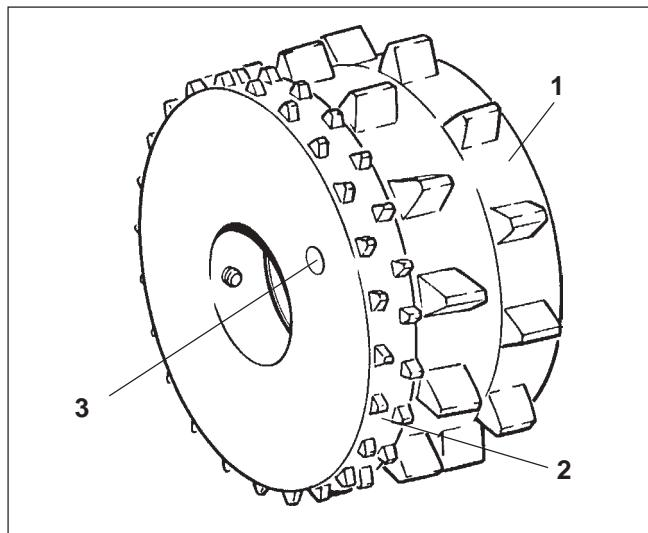
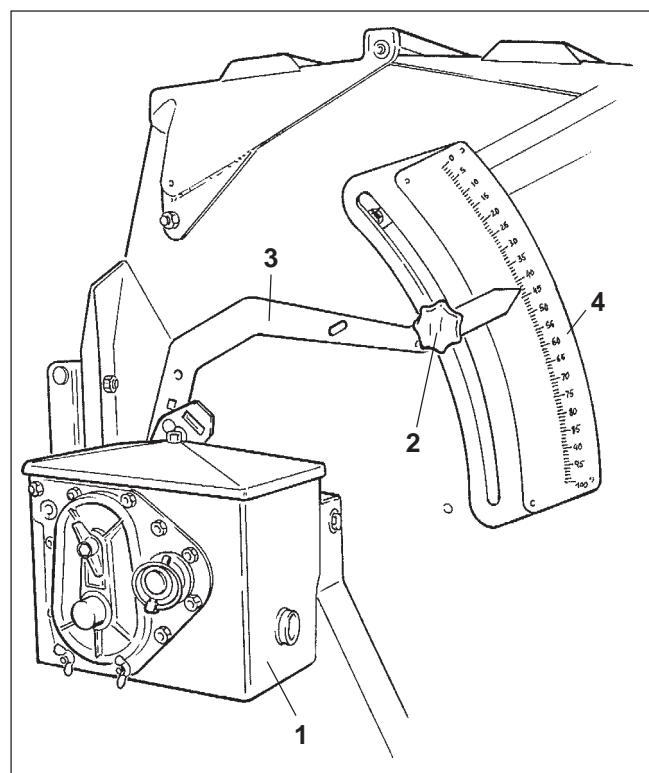

Рис. 7.1
Рис. 7.10
Сеялки АМАЦОНЕ серийно оснащены "элитными" высевающими катушками (Рис. 7.1). Элитные высевающие катушки объединяют в себе стандартные высевающие катушки (Рис. 7.1/1) и высевающую катушку для мелкосемянных культур (Рис. 7.1/2).
- Установочный рычаг редуктора (Рис. 7.10/3) передвигайте так долго, пока не появятся отверстия (Рис. 7.1/3) высевающей катушки для мелкосемянных культур.
Норма высева устанавливается на редукторе (Рис. 7.10/1):
- Открутите ручку (Рис. 7.10/2) на установочном рычаге (Рис. 7.10/3).
- Рычаг регулировки редуктора (Рис. 7.10/3) передвигается снизу на шкале значений согласно таблице норм высева.
- Затяните ручку (Рис. 7.10/2).
Рычаг регулировки редуктора (Рис. 7.10/3) может устанавливать число оборотов валика высевающего аппарата, наряду с чем устанавливается норма высева. Чем выше число на шкале (Рис. 7.10/4) выбрано установочным рычагом, тем больше норма высева.